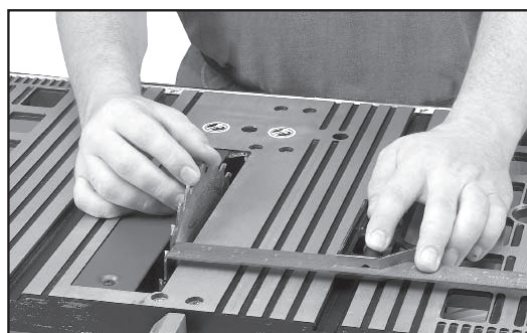

Fig. 36
4. Gire la hoja y verifique el mismo diente de la hoja marcado en la parte posterior de la mesa de la sierra (Fig. 36).